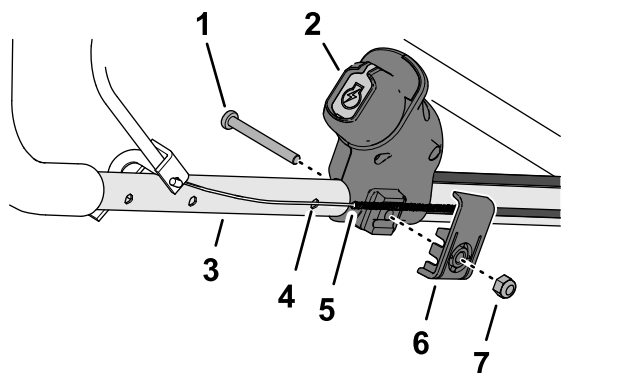

Figura 12
1. Monte el interruptor de arranque eléctrico en el manillar, tal y como se muestra (Figura 12).